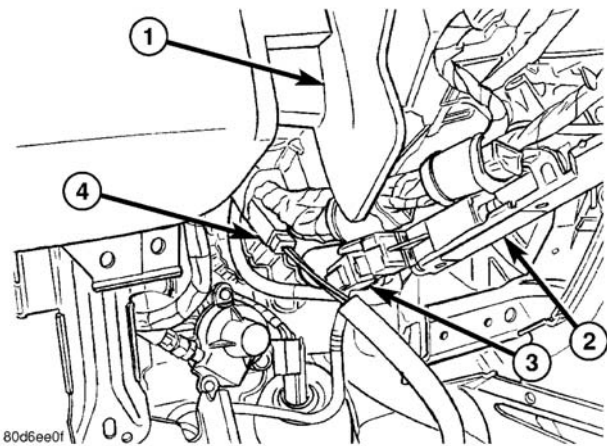

图 8 踏板开关线束接头
- (3) 沿转向管柱左侧，连接可调整踏板开关线束接头（图 8）。